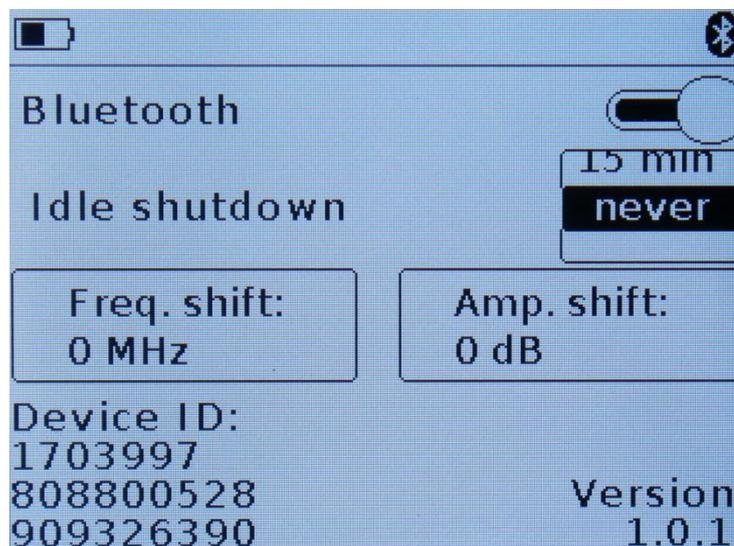

Рисунок 23 – Параметры подключения к прибору других устройств.
8.2.4. Войдите в главное меню прибора, нажав кнопку (14) «MENU» (Рисунок 6) и выберите подраздел Device и включите передачу данных по протоколу Bluetooth, передвинув «движок» вправо, как указано в п. 7.9.2. (Рисунок 23).